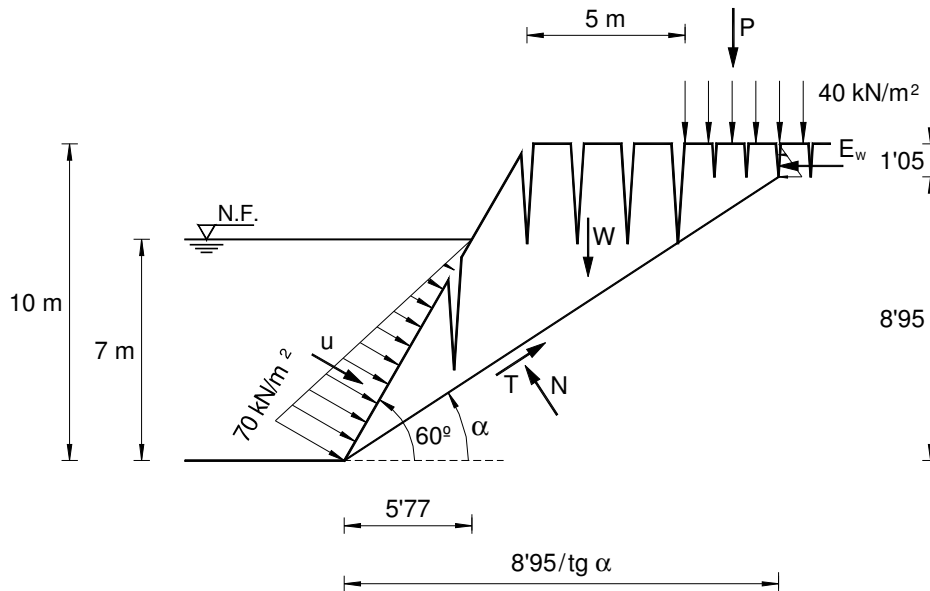

Figura 7.7
3. **Mecanismo C.** Condicionado por una grieta de tracción de coronación en zona con sobrecarga (figura 7.7).